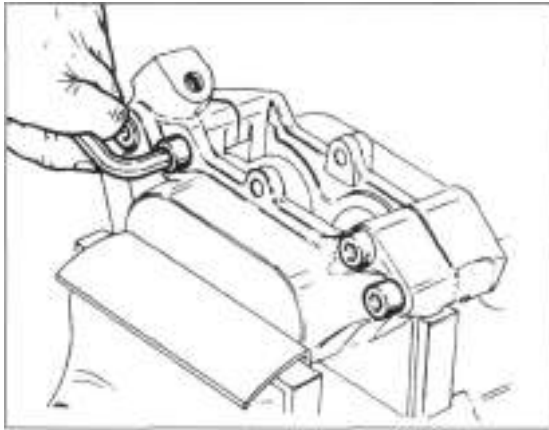

Bild 213
- Bremssattelschrauben ausdrehen (Bild 213) und Sattelhälften trennen.